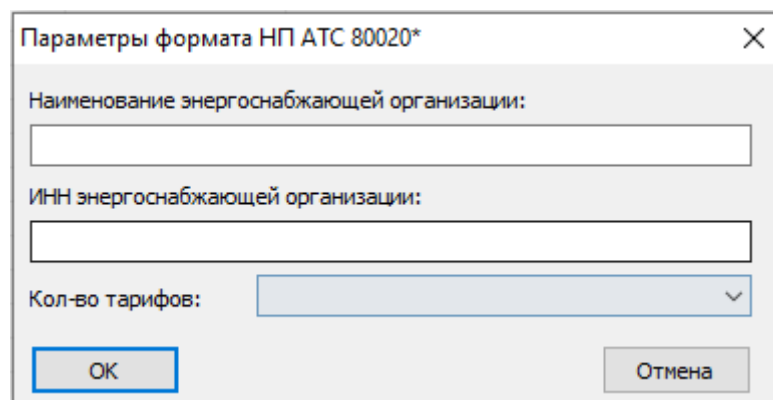

Рисунок 25. Параметры формата НП АТС 80020*
8.6 При выборе настройки «Параметры формата НП АТС 80020*» появится окно с этим названием, Рисунок 25.